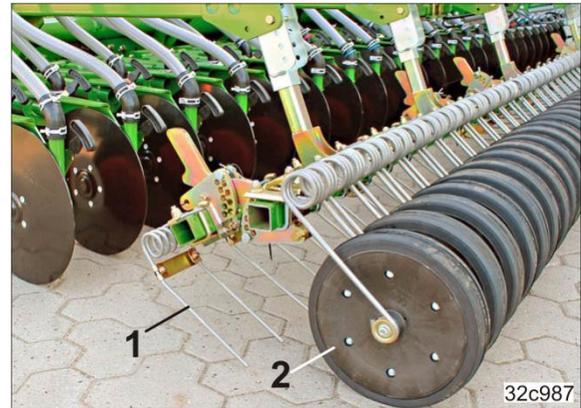

Fig. 150
- Striegelzinken (Fig. 150/1)
- Andruckrollen (Fig. 150/2).